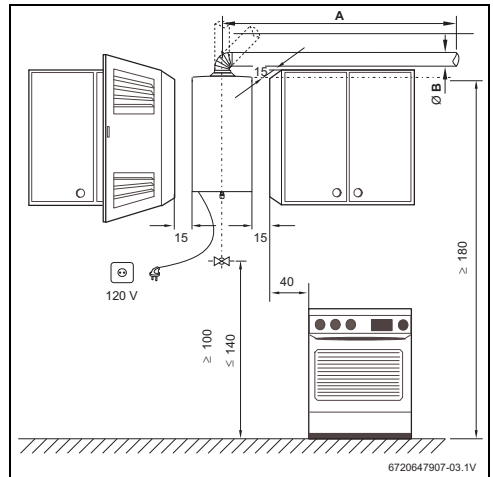

Fig. 9 Separaciones mínimas (en cm)
- Asegurar la accesibilidad en los trabajos de mantenimiento respetando las separaciones mínimas indicadas en la Fig. 9.